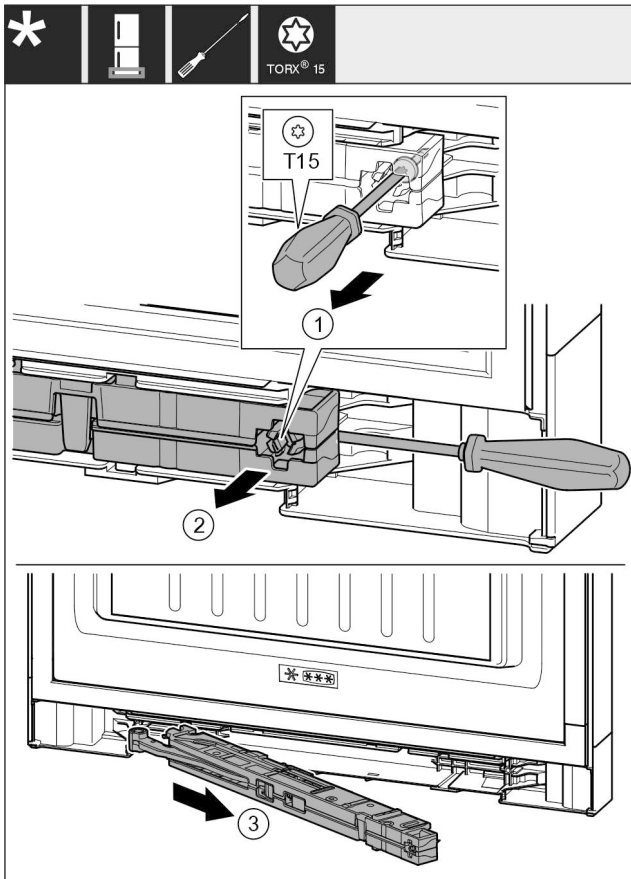

Fig. 18
- ▶ Oldja ki a csavart Fig. 18 (1) a záráscsillapító egységen 14 mm méretű csavarhúzóval.
- ▶ Emelje ki a záráscsillapító egységet Fig. 18 (2) a fogantyú felőli oldalon csavarhúzó segítségével felfelé.
- ▶ Húzza ki a záráscsillapító egységet Fig. 18 (3).